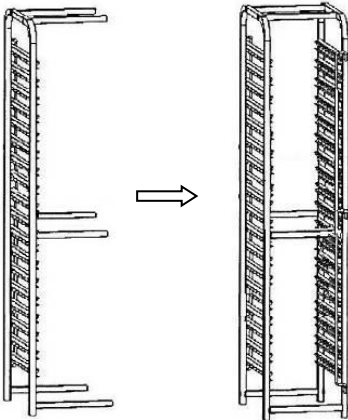

Abb. 1
1. Montieren Sie zuerst die 6 Querstreben (oben, mittig und unten) an einem der Seitenteile des Abräumwagens (**Abb. 1**). Legen Sie bei den oberen und unteren Querstreben jeweils eine eckige Unterlegscheibe zwischen der Querstrebe und dem Seitenteil sowie zwischen dem Seitenteil und der Schraube und ziehen diese dann mit dem Inbusschlüssel fest. Legen Sie bei den Querstreben mittig nur zwischen dem Seitenteil und der Schraube jeweils eine eckige Unterlegscheibe, ziehen Sie diese dann mit dem Inbusschlüssel fest.